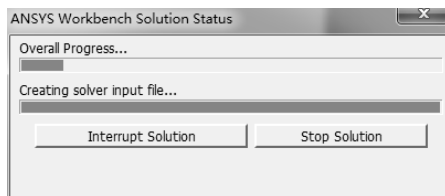

图 10-69 求解进度条
8) 单击工具栏上的【Solve】按钮  Solve ▾, 启动求解, 系统弹出进度条, 表示正在求解。求解完成后进度条自动消失, 如图 10-69 所示。